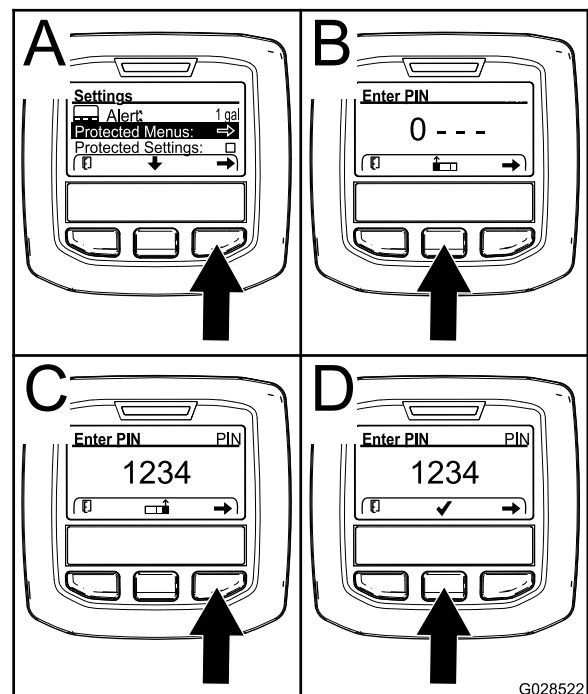

Figura 11
2. Premete il pulsante di selezione destro per selezionare i Menu protetti (A della Figura 11).
- Premete il pulsante di selezione centrale (B della Figura 11) per aumentare il valore numerico (da 0 a 9)..
- Premete il pulsante di selezione destro (C della Figura 11) per spostare il cursore alla posizione numerica successiva a destra.
Nota: Comparirà l'icona del segno di spunta sopra il pulsante di selezione centrale (D della Figura 11).
5. Premete il pulsante di selezione centrale (D della Figura 11) per inserire la password.